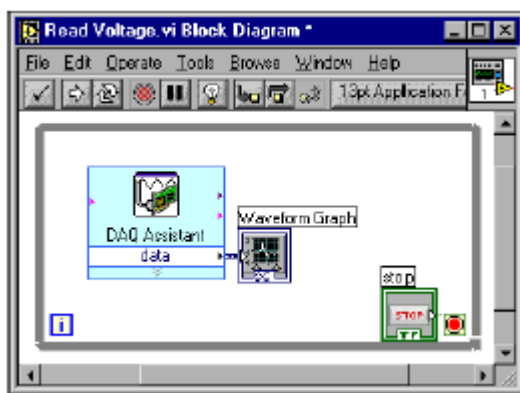

图 4-2 Read Voltage VI 的程序框图
8. 将 DAQ Assistant Express VI 放置在一个 While Loop 中并将曲线图显示件连接到 **data** 输出端。该程序框图如图 4-2。